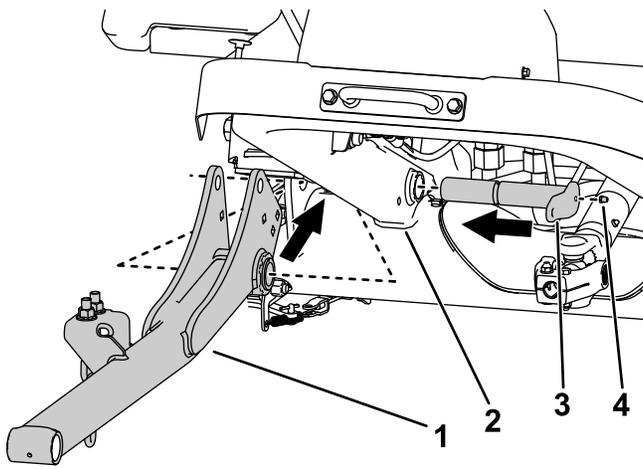

Рисунок 6
2. Используйте 2 больших штифта для установки подъемных рычагов на раму машины (Рисунок 6).
- Установите масленки на большие штифты (Рисунок 6).